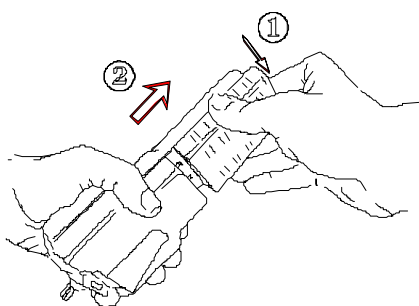

Figura 3.- Extracción de la batería.
La batería resulta accesible desde la parte posterior del instrumento. Para desconectar la batería, presionar la pestaña situada en el extremo inferior de la misma (1) y realizar un movimiento de separación entre la batería y el cuerpo del instrumento (2). La batería se desprenderá de su alojamiento. Entonces deslizar hacia afuera la batería, tal como se muestra en la figura 3.